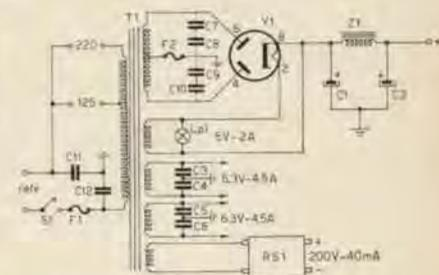

Figura 3 - Schema elettrico dell'alimentatore del « Proteus maior »
Osserviamo ora lo schema di quello che sarà il nostro alimentatore (figura 3) e notiamo subito che la capacità di C1 è piuttosto elevata (32 μ F 500 V.L.) e ciò poiché questo condensatore deve avere una capacità tale da non scaricarsi pressoché completamente durante un semiperiodo della tensione di rete. In pratica si ottiene ciò adottando una capacità sufficientemente elevata in grado di mantenere la carica per parecchi semiperiodi; inoltre una capacità piuttosto elevata consente una diminuzione della tensione di ronzio (1) e un aumento trascurabile della tensione di uscita V_0 . Naturalmente negli intervalli di tempo in cui la tensione V_2 ai capi di C1 è maggiore del valore istantaneo V_1' o V_1'' nessuna corrente scorre nei diodi. In tali intervalli, poiché C1 si scarica continuamente attraverso il carico R la tensione V_2 diminuisce leggermente finché V_1' (o V_1'') non diventa maggiore di V_2 , allora uno dei due diodi diviene conduttore e la corrente che passa ricarica così C1 mentre la tensione V_2 risale di nuovo al suo valore primitivo. Allorché V_2 ha raggiunto nuovamente il suo valore, il diodo cessa di condurre, e il ciclo si ripete.
L'alimentazione del preamplificatore (figura 6) può essere prelevata dal punto contrassegnato con ATF nello schema dell'amplificatore, oppure prelevato da RS1 (figura 3), nel primo caso RS1 può essere omesso. Io ho alimentato il preamplificatore da ATF, tuttavia ho previsto questa seconda forma di alimentazione, poiché spesso può essere comodo disporre unicamente del preamplificatore. La cella C11 - C12 - R16 del preamplificatore lo disaccoppieranno sufficientemente dagli stadi precedenti.